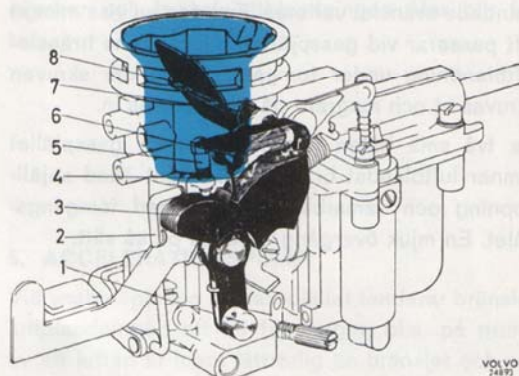

Bild 65. Chokeanordning med snabbtomgång
För att berika bränsleluftblandningen vid start av kall motor användes chokeanordningen, som manövreras från instrumentbrädan med ett reglage. Då reglaget vid start drages ut, vrides den kamformade hävarmen (4, bild 65). Därvid påverkas chokespjället (8) av fjädern (7) på spjällaxeln, så att det stängs, varigenom kraftigare vakuum och därmed större bränsle genomströmning erhålles.